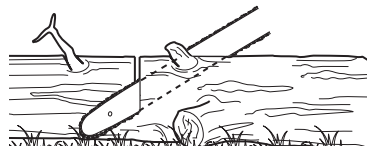

Fig.32
1. Pour une coupe plus facile, suivez les principes de base suivants : Si le tronc est surélevé sur toute sa longueur (Fig. 32), coupez-le par le dessus.